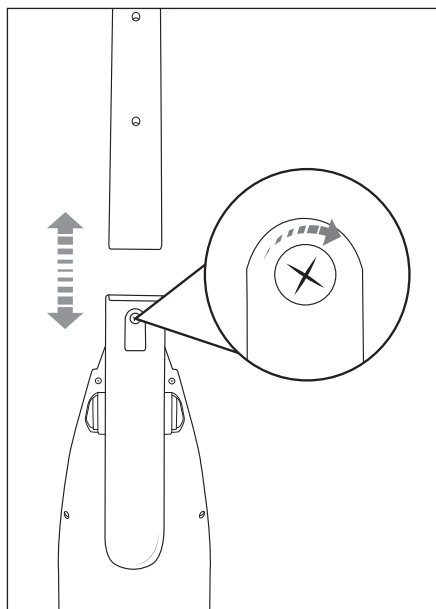

Fig. 2
- 2) Coloque la columna 11 sobre el soporte de la columna del aparato. Desplace la columna 11 totalmente por el soporte de la columna hasta que quede bien fijada en el aparato (fig. 2).